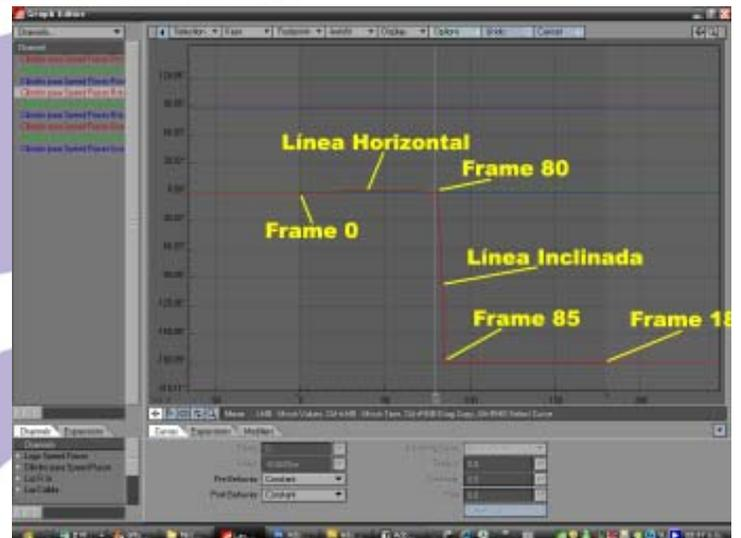

Figura 27. Graph Editor mostrando la curva de rotación H del cilindro.
**Cilindro para Speed Racer. Rotación H**, y cambiando los manejadores a **Bezier Spline**, ajustamos la curva hasta que se vea como en la Figura 27.
como se muestra en la Figura 27. Luego, entre los Frames 85 y 180 la curva es una línea recta horizontal, por lo que no hay que hacer nada allí. Manipulando los manejadores de los Frames 80 y 85 logramos obtener la curva deseada.